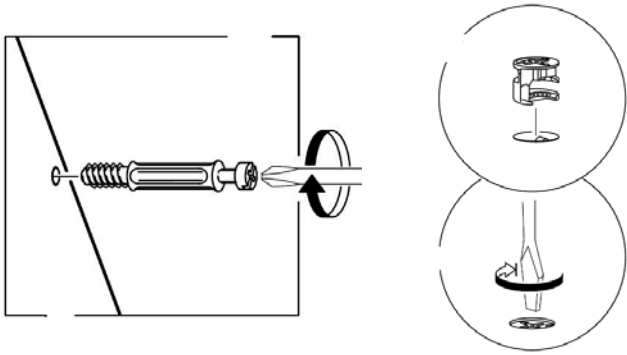

Рис. 1
1. В верхний щит (82), нижний щит (83), планку цокольную (85) в имеющиеся отверстия установить эксцентрики, таким образом, чтобы стрелка была повернута в сторону отверстия в торце.
В установленные муфты эксцентриковых стяжек на боковых стенках (80), (81), нижнем щите (83) ввернуть дюбели DU 644, в соседние отверстия установить шканты (рис.1).